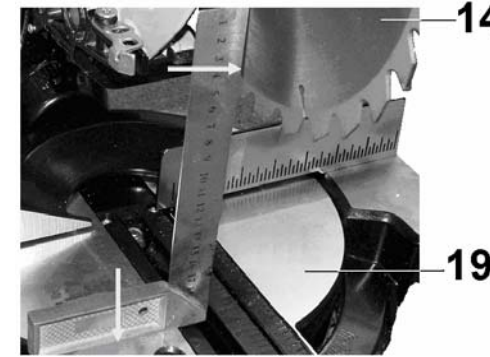

Рис. 5
10.1. Регулировка угла 90° (Рис. 5, 6, 9)
10.2. Регулировка угла наклона 45° (Рис. 5, 6, 9)